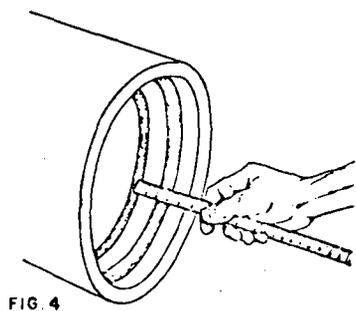

FIG. 4
5.º Passo – Marque a profundidade da bolsa na ponta do tubo (figs. 4 e 5).